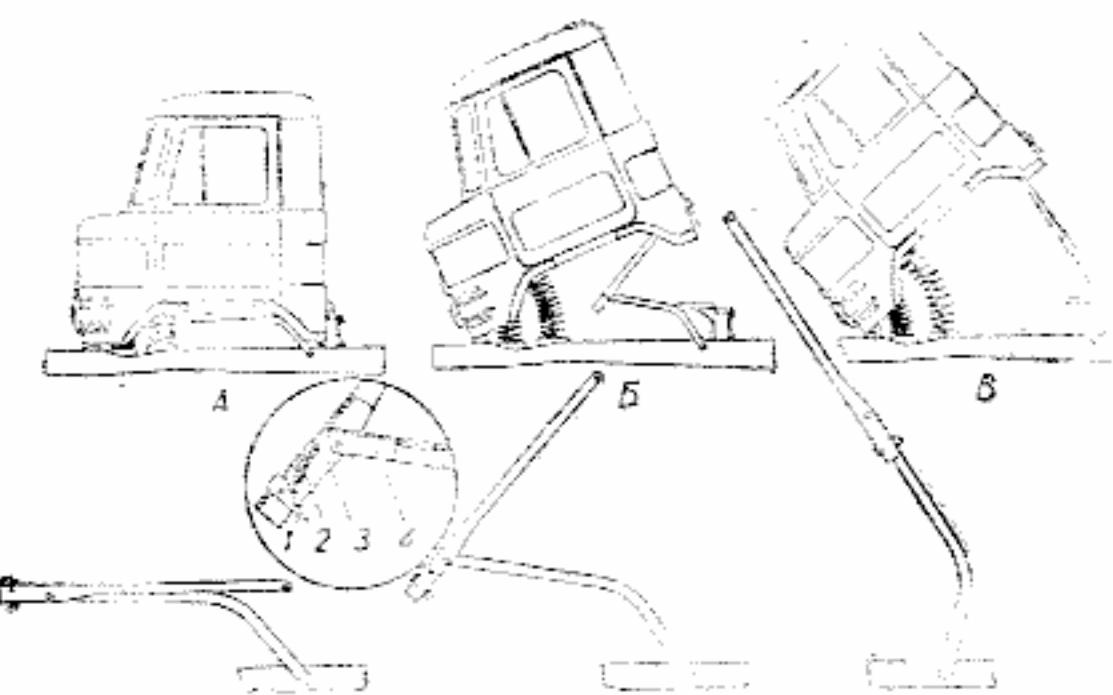

Рис. 71. Работа упора при откидывании кабины:
2. Рычаг 2 переместить в положение, указанное на рис. 71А, тупиком.
4. Зафиксировать кабину в открытом положении на защелке (рис. 71В) упором.
Упор кабине (рис. 71) сделан из стальной трубы диаметром 40 мм и служит ограничителем для открывания кабины. Он состоит из двух ригелей 3 и 4 и защелки 1 с пружиной 2.